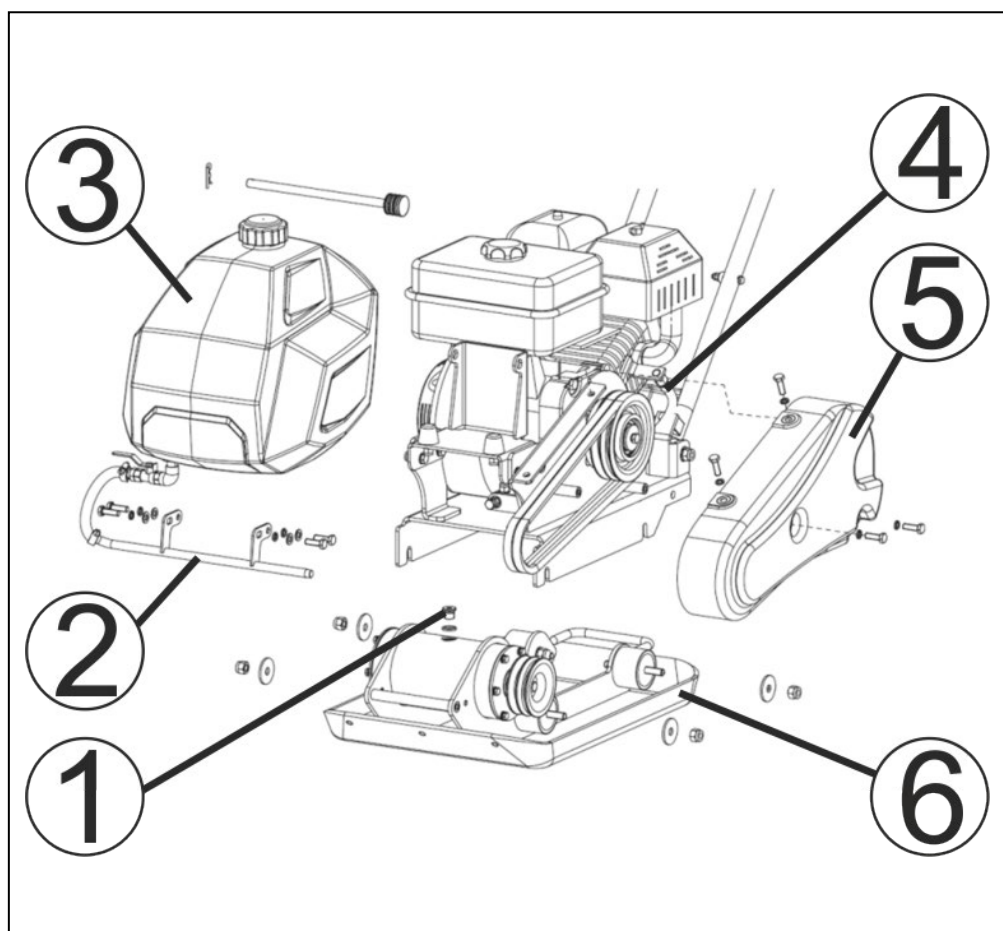

Рис. 25. Снятие рамы с двигателем.
1. Открутить болты крепления и снять кожух (5) защитных ремней (Рис. 25).
2. Открутить болты крепления трубки подачи воды к рабочей плите и снять трубку (2) подачи воды и бак (3) для воды.
3. Ослабить гайки резиновых амортизаторов, соединяющих раму (4) с двигателем и рабочую плиту (6) (Рис. 25).
4. Снять ремни и отделить раму (4) с двигателем от рабочей плиты (6) (Рис. 25).
5. Очистить зону вокруг пробки отверстия для слива масла и открутить пробку (1) отверстия для слива/заправки масла (Рис.25).